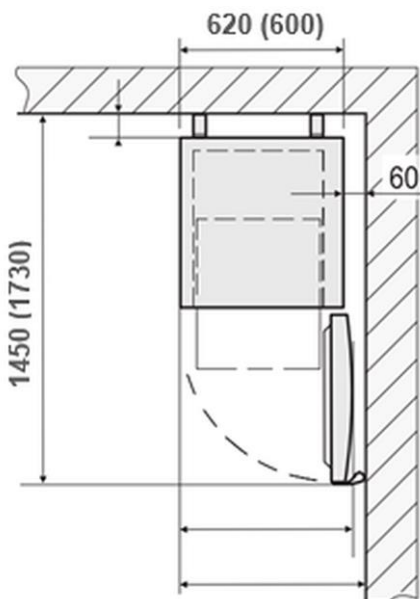

Bild 7
- Om apparaten ska installeras i ett hörn måste det vara minst 60 mm sidoavstånd (Bild 7).